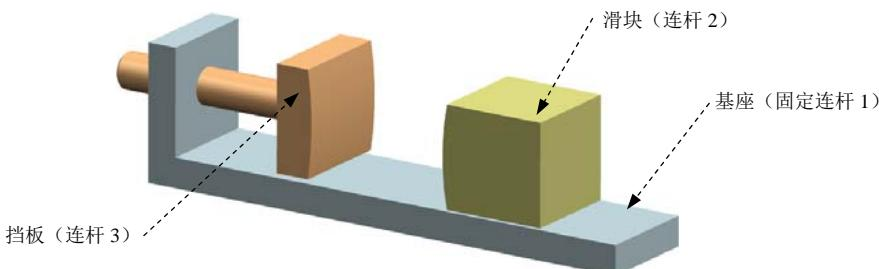

图 6.7.1 机构模型
本范例模拟的是滑块受到一个初速度的作用，在底座上面滑动。然后与挡板接触一起运动压缩弹簧，压缩到一定程度后，弹簧反弹将滑块弹出，由于摩擦力的原因最终停止在某一位置。该实例综合运用了连杆初速度、3D 接触、弹簧和运动副摩擦等功能。读者可以打开视频文件 D:\ug85.16\work\ch06.07\collision.avi 查看机构运行状况，机构模型如图 6.7.1 所示。
Step5. 定义固定连杆 1。选择下拉菜单 **插入(I)** → **链接(L)...** 命令，系统弹出“连杆”对话框；选取图 6.7.1 所示的基座为固定连杆 1；在**质量属性选项**下拉列表中选择**自动** 选项；在
(1) 选取图 6.7.1 所示的滑块为连杆 2；在 **质量属性选项** 下拉列表中选择 **自动** 选项。
Step7. 定义连杆 3。选取图 6.7.1 所示的挡板为连杆 3；在 **质量属性选项** 下拉列表中选择 **自动** 选项；在 **设置** 区域中取消选中  固定连杆 复选框；在 **名称** 文本框中采用默认的连杆名称“L003”；单击 **确定** 按钮，完成连杆 3 的定义。